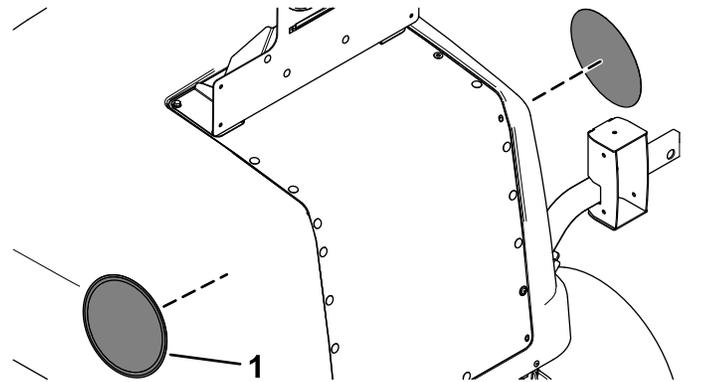

**Figure 25**
13. Fixez l'avertisseur sonore à son support avec l'écrou existant (Figure 25).